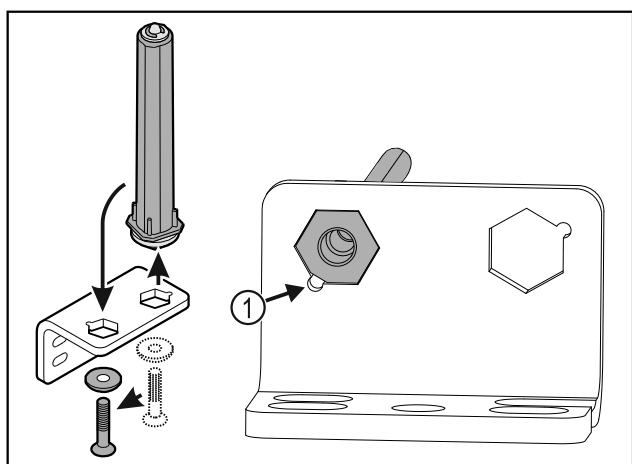

Fig. 37
- ▶ Ügyeljen arra, hogy felhelyezéskor a csapszeg élettörése Fig. 37 (1) a kerek furat felé mutasson.